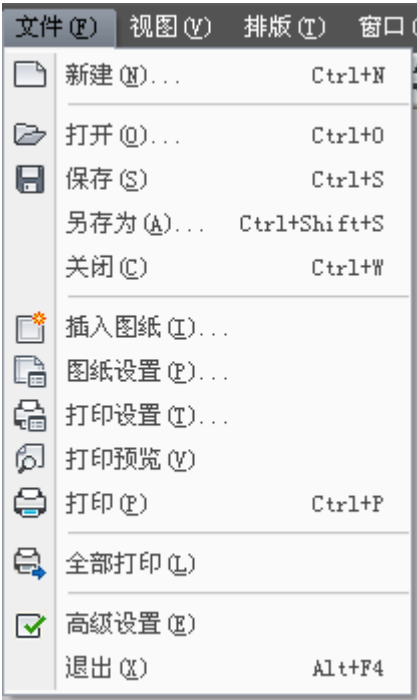

图 7-9 打印工具文件操作
- 单击菜单按钮或主菜单中的【文件】菜单如图 7-9 所示。